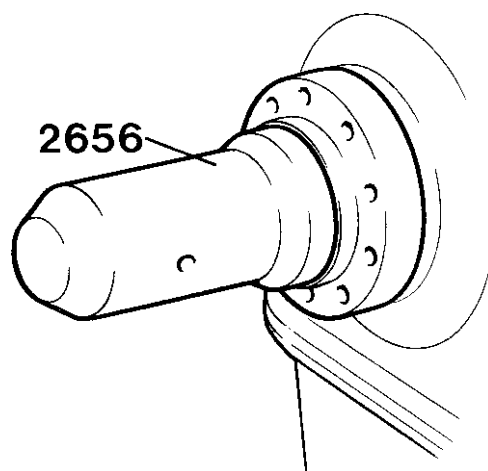

Fig. 79. Montering av polygonnav
10. Värm polygonnavet till ca 100°C. Slå på navet snabbt på axeln med hjälp av dornen 2656, fig. 79.